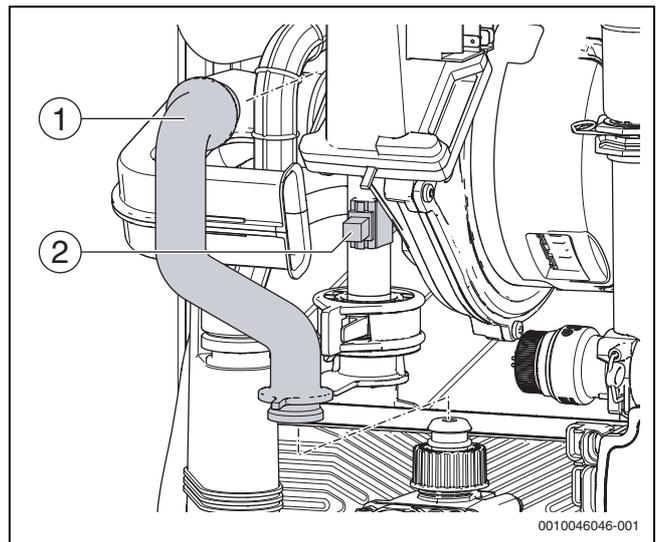

Fig. 135 Remplacement des NTC sur le tuyau de départ
- ▶ Placer les nouveaux NTC sur la surface plate du tuyau de départ (à proximité de l'entrée de l'échangeur thermique (→ Fig. 135) (position → Chapitre 14.11, page 40).